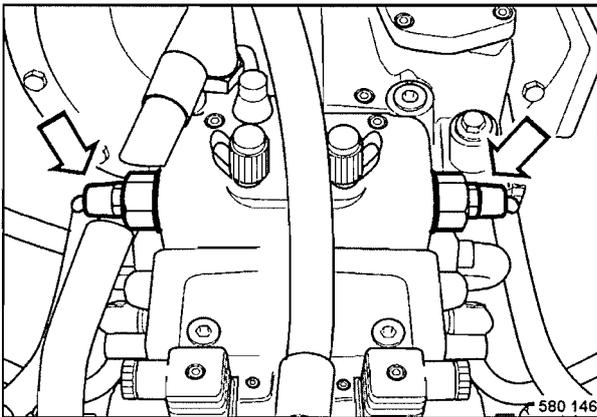

Fig. 48
- Aflojar por aprox. una vuelta ambos cartuchos de las válvulas de alta presión (Fig. 48) situados en la bomba de traslación.